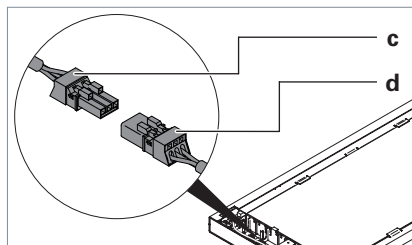

Fig. 14: Raccorder la tête du luminaire, partie 2.
- ▶ Raccordez le connecteur femelle **c** à la fiche **d** sur la tête du luminaire, voir Fig. 14.